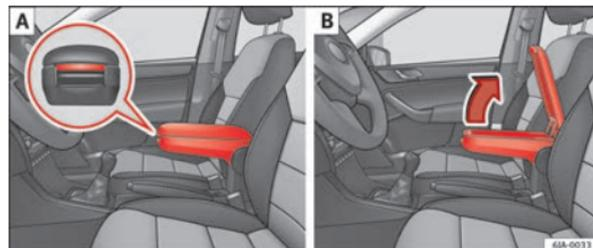

Fig. 70 Accoudoir/Ouverture et fermeture du rangement
- Appuyez sur la touche située à l'avant de l'accoudoir ⇒ fig. 70 - A.
- Soulevez la trappe du rangement ⇒ fig. 70 - B.